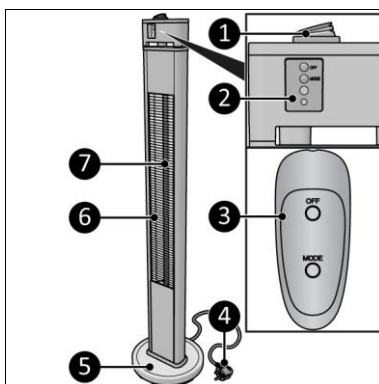
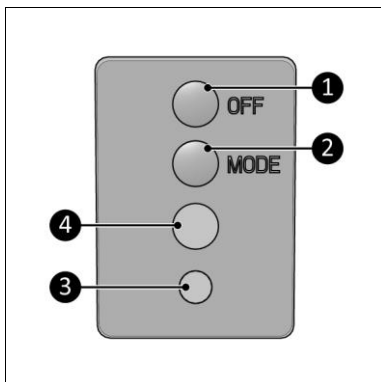
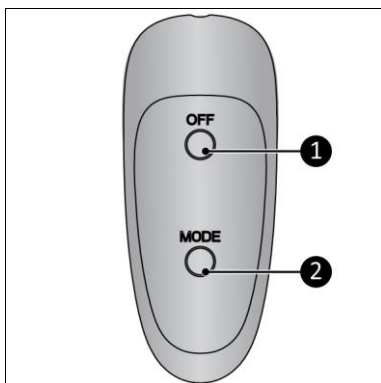
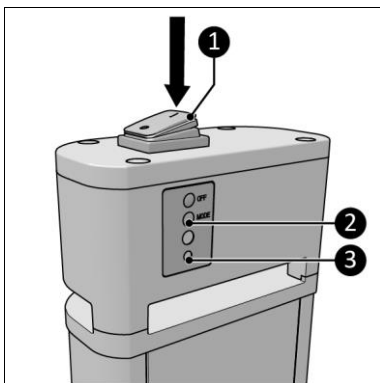

Figura 3
Figura 4
Figura 5
Figura 10
Modelul Q-Tower 2000 RCD este un încălzitor electric ușor de utilizat, pentru utilizare în interior și la exterior cu o telecomandă, consultați (Figura 3), (Figura 4) și (Figura 5). Dispozitivul este prevăzut cu un sistem de siguranță împotriva răsturnării, care asigură oprirea automată în caz de răsturnare. Când dispozitivul este readus în poziția verticală, acesta își va relua funcționarea în mod normal. Înainte de a refolosi dispozitivul, opriți-l, deconectați-l de la priză și verificați-l, pentru a identifica eventuale deteriorări. Nu utilizați dispozitivul dacă este deteriorat sau dacă funcționează defectuos, dar contactați-vă întotdeauna furnizorul.
1. Apăsați comutatorul ON/OFF (PORNIT/OPRIT) (Figura 10, poz. 1).
2. Indicatorul luminos (Figura 10, poz. 3) începe să lumineze intermitent.
3. Apăsați butonul MODE (MOD) de pe panoul de comandă (Figura 10, poz. 2) sau de pe telecomandă (Figura 5, poz. 2), până când se ajunge la setarea dorită:
1. Apăsați butonul OFF (OPRIT) de pe panoul de comandă (Figura 4, poz. 1) sau de pe telecomandă (Figura 5, poz. 1).
2. Indicatorul luminos începe să lumineze intermitent (Figura 10, poz. 3).